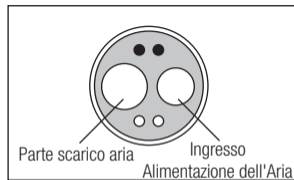

Fig. 7
- 3) Inserire il beccuccio spray nell'ingresso dell'alimentazione dell'aria primaria. Tenere il manipolo e nebulizzare per circa 2-3 secondi. Erogare il lubrificante per almeno 2 secondi fino a quando non fuoriesce dalla parte di scarico dell'aria. (Fig. 7)
- 2) Applicare 1-2 gocce di olio lubrificante sull'ingresso dell'alimentazione dell'aria primaria raffigurato in Fig. 7.